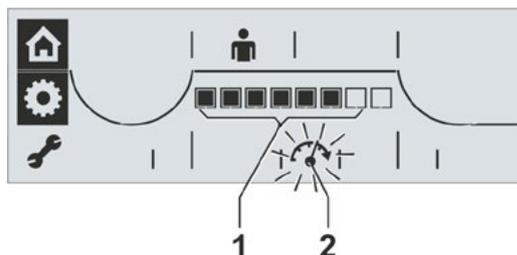

Рис. 1: Ступень частоты вращения/ скорости движения
1. Поворачивайте кнопку Drive Controller, пока не будет мигать знак частоты вращения (рис. 1, поз. 2). Чёрные сегменты шкалы, рис. 1, поз. 1, показывают в пределах первых семи позиций текущую заданную ступень частоты вращения/времени движения, см. также таблицу выше.